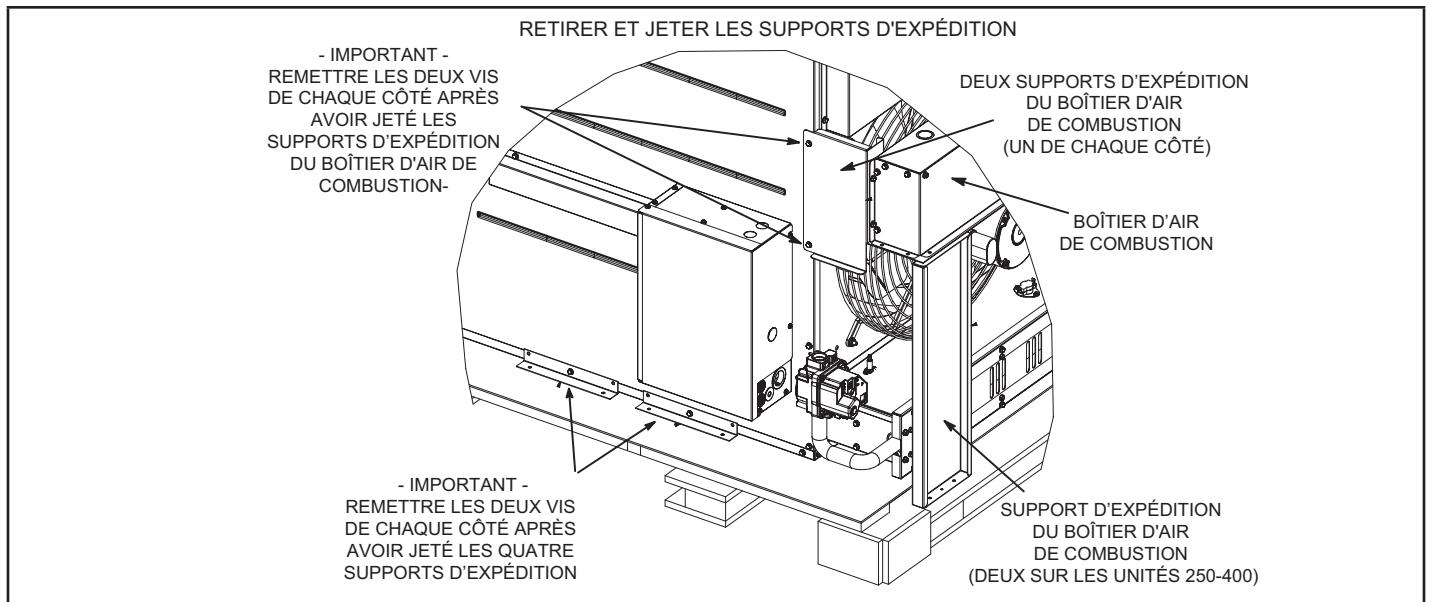

FIGURE 2
- 8 - Enlever et jeter la pattes d'expédition. Remettre les quatre vis de chaque côté, comme illustré à la Figure 2.